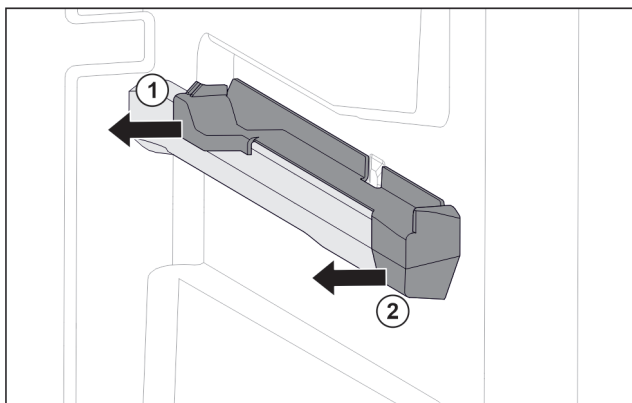

Fig. 153 Nasazovací díl na pravém žebrování na nádoby
- Uchopte nasazovací díl dole vzadu. (1)
- Stáhněte nasazovací díl vzadu na stranu. Fig. 153 (1)
- Stáhněte nasazovací díl vpředu na stranu. Fig. 153 (2)